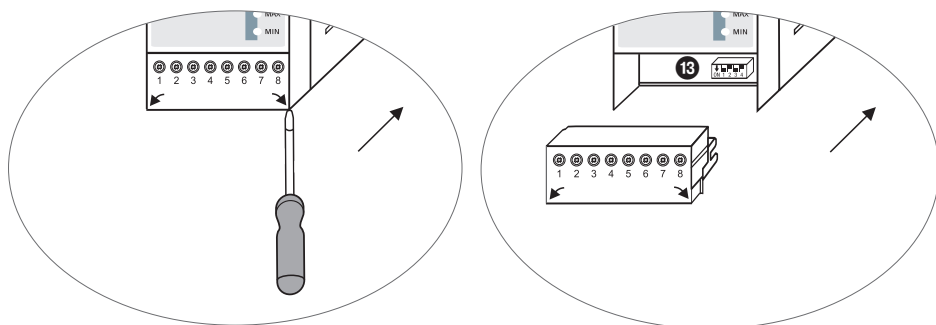

Fig. 4
- **Untere Klemmleiste abziehen. Fig. 4**